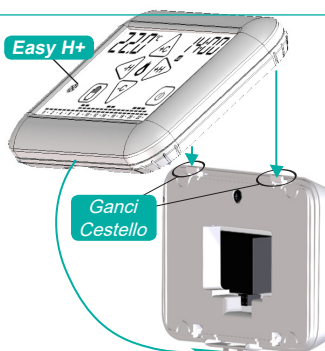
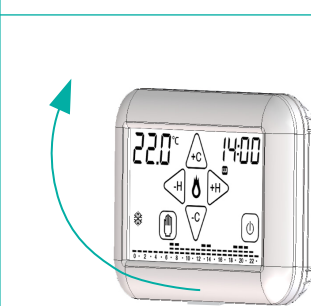

Fig. 7
Fig. 8
- 5 - Inserire le fessure superiori del cronotermumidostato **Easy H+** nei **Ganci della Base** e ruotarlo verso il basso fino all'avvenuto incastro con il **Tasto di blocco** (Fig.7). Per staccare il cronotermumidostato **Easy H+** dalla **Base** premere il **Tasto di blocco** e ruotare **Easy H+** verso l'alto (Fig.8).